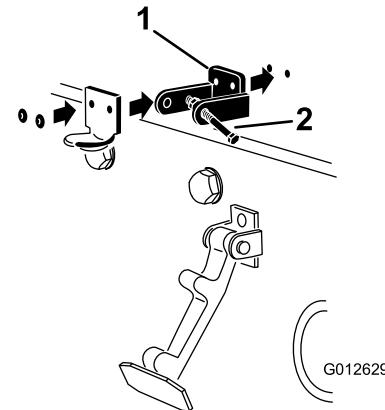

Рисунок 4
3. Совместная монтажные отверстия, поместите стопорный кронштейн стандарта СЕ и кронштейн защелки капота на капот (Рисунок 4).
5. Приклейте кронштейны и шайбы к капоту (Рисунок 4).